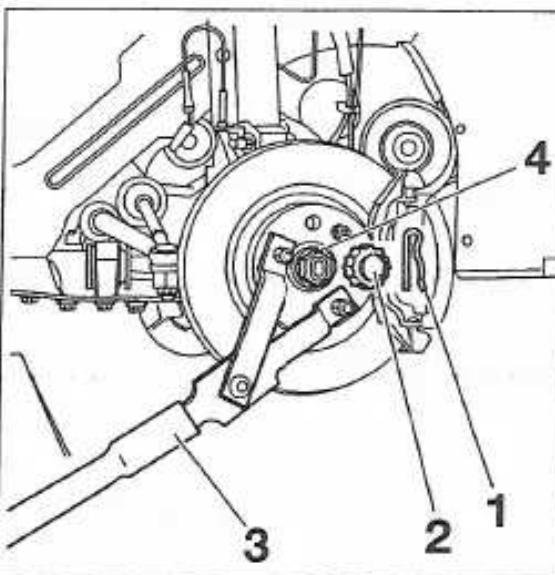

FIGURA 6-7
- Desmontar el pasador (1) (figura 6-7) y la arandela de freno (2).
- Con un útil apropiado (3), inmovilizar el cubo y a continuación desmontar la tuerca de transmisión (4).